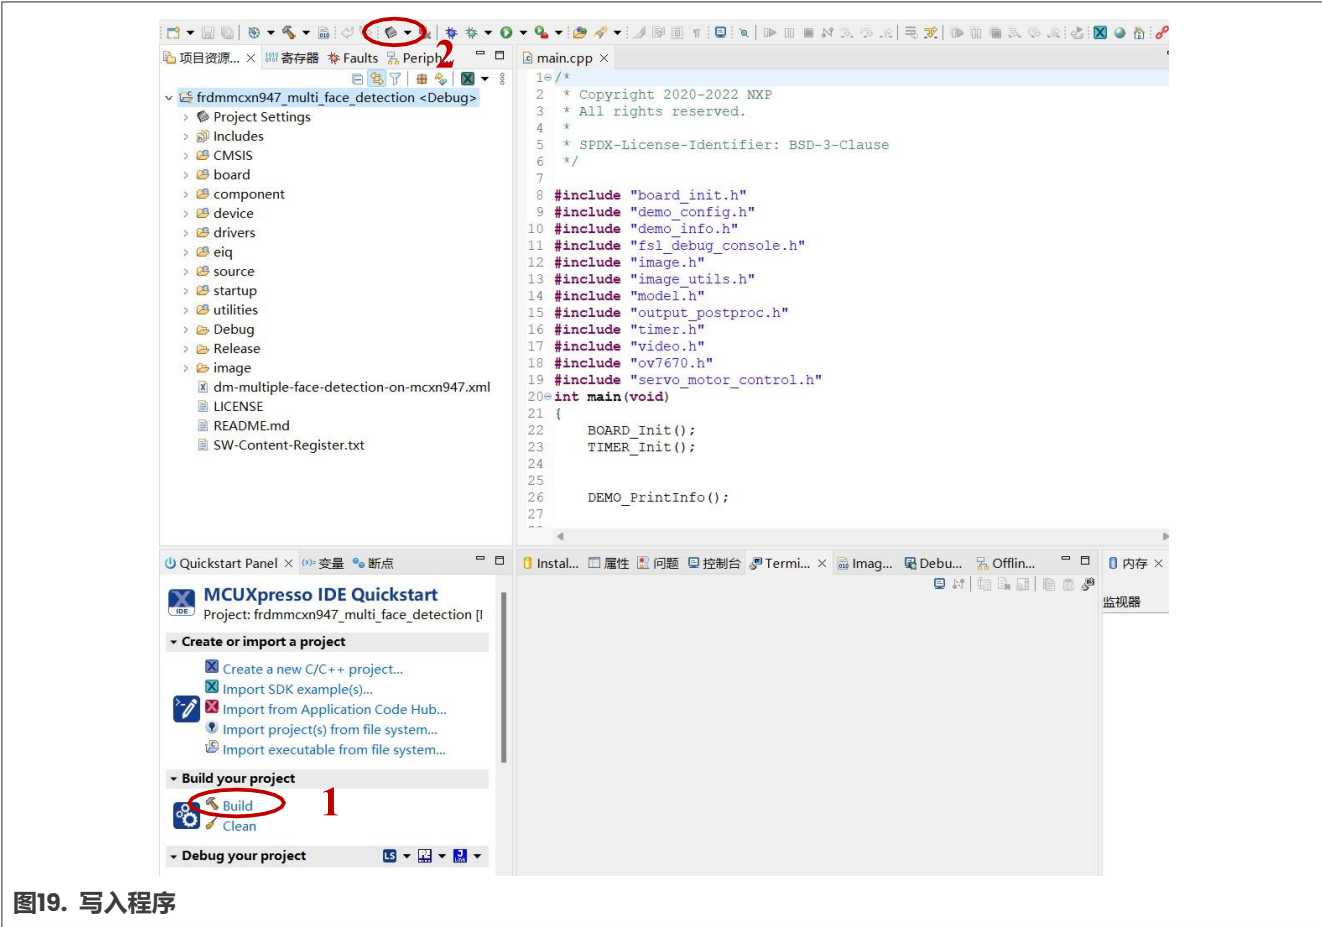

图19. 写入程序
按照图19所示的步骤操作。
2. 完成编译后，使用GUI Flash Tool（图19中的2）将程序写入到板子中。